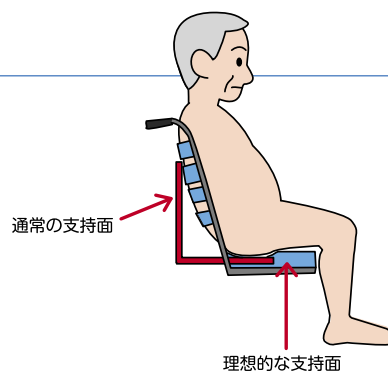

図40
- ▶ 図40の青の部分の支持面のように設定すると、骨盤後方の隙間が少なくなり、実際の大腿長と座面長が一致してきます。